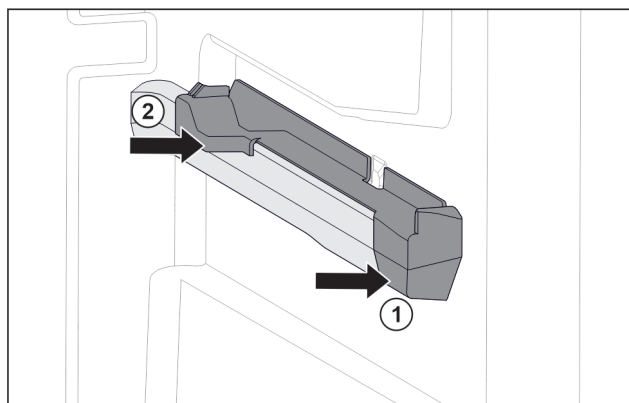

Fig. 119 Pealepisteosa paremal anumaribil
- ▶ Pange pealepisteosa ees anumaribil kohale. Fig. 119 (1)
- ▶ Vajutage pealepisteosa taga vastu. Fig. 119 (2)